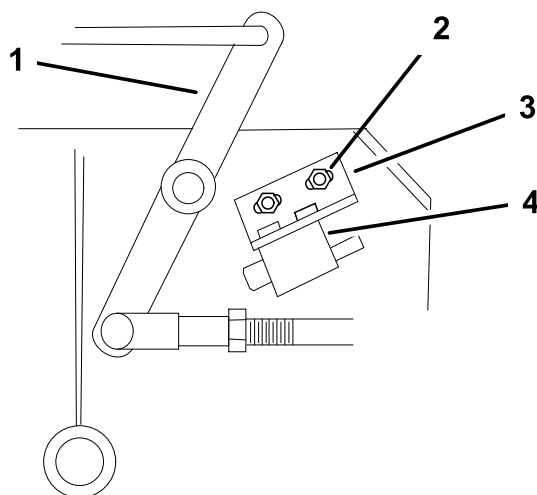

Figure 51
- Le cas échéant, réglez le contacteur de sécurité des lames en desserrant les boulons de fixation du support du contacteur (Figure 51).
**Remarque:** Le levier coudé **ne doit pas** toucher le corps du contacteur, car celui-ci pourrait être endommagé (Figure 51).